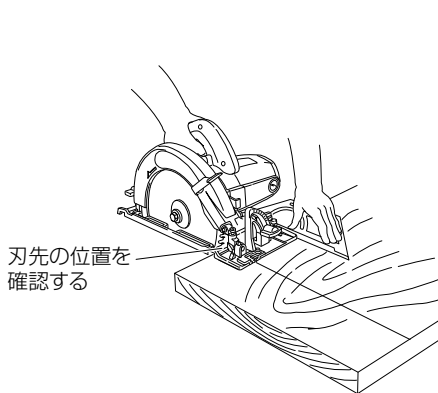

図 28
- (4) ベース側面を造作ガイドの側面に当てて、のこ刃の刃先と墨線の位置を確かめます。(図28)